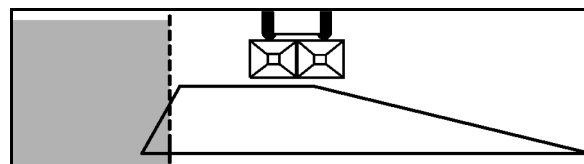
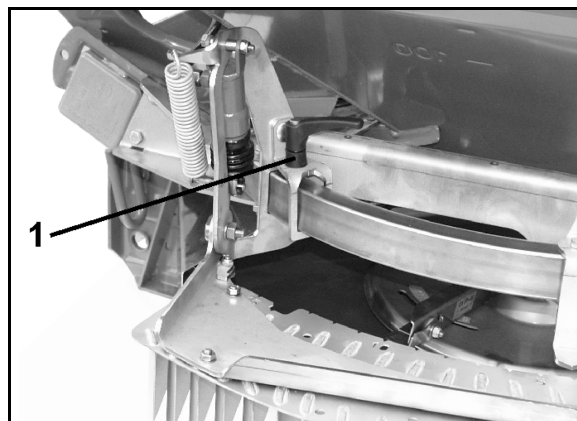

Fig. 74
Fig. 76
Innstillingsverdiene fremgår av spredetabellen (Fig. 74).
2. Skyv begrensningsskjermen så langt inn på føringsbøylen (Fig. 76/1) at viseren (Fig. 76/2) peker på den innstilte verdien fra spredetabellen (Fig. 74).